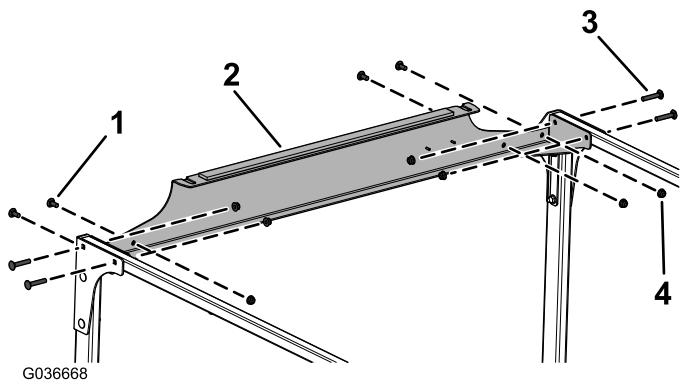

Figura 10
9. Instale sem apertar a ligação cruzada traseira nas tubagens da ligação cruzada e nas placas traseiras utilizando 4 parafusos de carroçaria (5/16 pol. x 1 1/4 pol.), 4 parafusos de carroçaria (5/16 pol. x 3/4 pol.) e 8 porcas flangeadas (5/16 pol.), como se mostra na Figura 10.